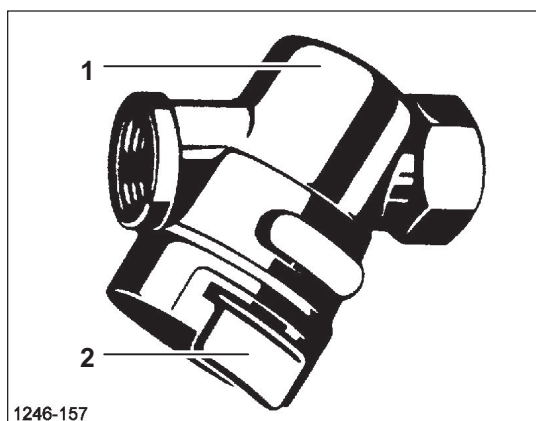

Рисунок 20
- ❑ В случае повреждения: замените сменный элемент фильтра (Рисунок 20).